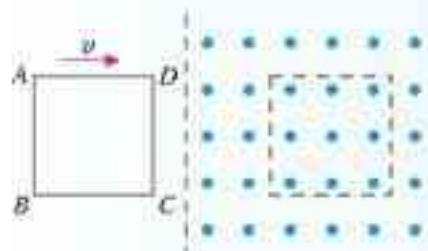

图 4.5-6 单匝线圈在外力作用下匀速进入匀强磁场
- (1) 运动的导线会产生感应电动势, 相当于电源。用电池等符号画出这个装置的等效电路图。
(2) 通过 R 的电流方向如何? 大小等于多少?
(3) 通过 MN 、 PQ 金属棒的电流各沿什么方向?
4. 如图 4.5-6, 单匝线圈 $ABCD$ 在外力作用下以速度 v 向右匀速进入匀强磁场, 第二次又以速度 $2v$ 匀速进入同一匀强磁场。求: